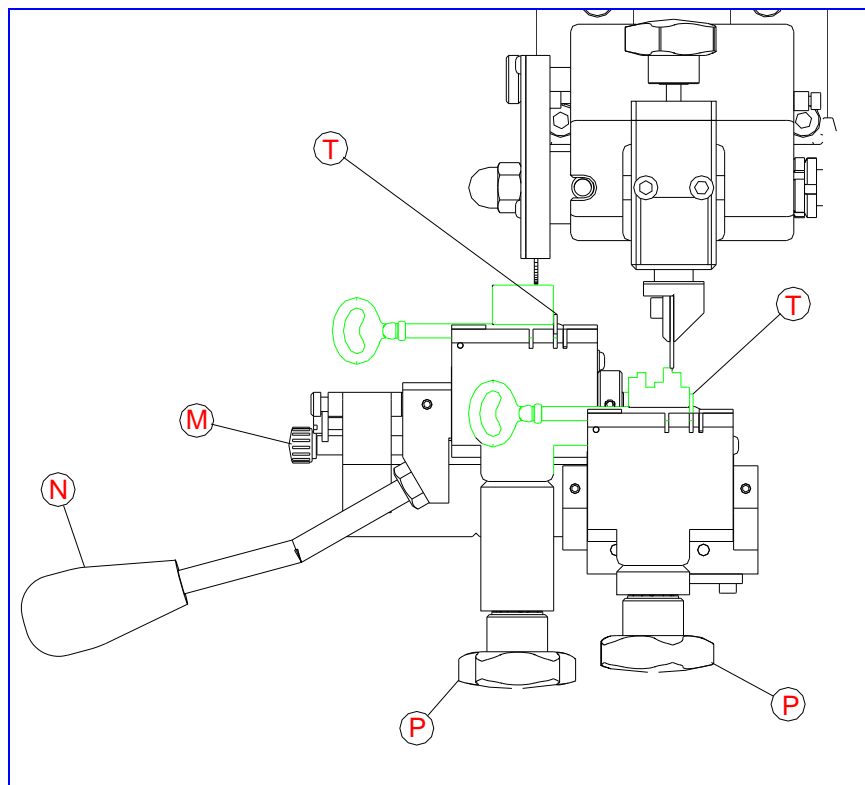

Fig. 3
- Allentare i pomelli (15) ed allineare la prima posizione del carrello (R1) con il riferimento (S).
- Inserire le chiavi nei morsetti, facendo attenzione che la mappa della chiave sia a battuta con la lamiera di arresto della chiave (T) del morsetto, come illustrato nella Fig. 3. Una volta inserita la chiave, serrare le chiavi girando i pomelli (P).
- Mettere in funzione la macchina e sostenere il carrello mediante la leva, avvicinare le chiavi verso l'indice copiatore (I) e la fresa (F).
- Si ricorda che occorre lavorare lentamente, senza forzare la fresa. La duplicazione si ottiene girando il carrello porta-morsetti con la maniglia (N), per cui occorre spostare la bacchetta (M) a sinistra. È consigliabile eseguire la lavorazione girando la maniglia (N) dall'alto verso il basso.